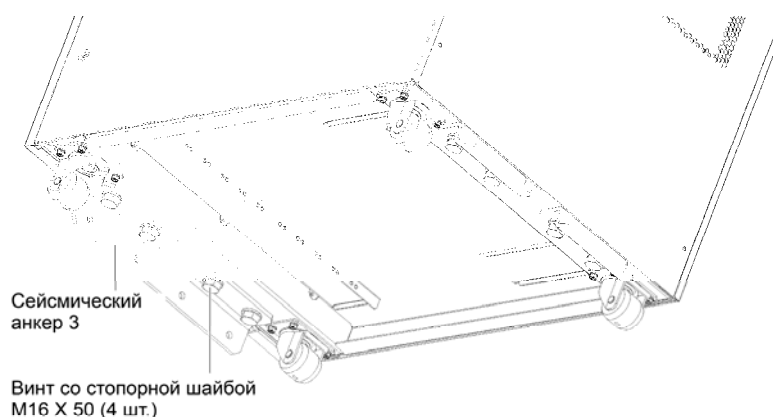

Рисунок 8-11 Монтаж дополнительного крепления 3
3. Прикрепите дополнительные крепления 3 с помощью четырех винтов с шайбой M16 × 50 к передней стороне основания шкафа, как показано на Рисунок 8-11, а затем осторожно опустите шкаф ИБП на пол.